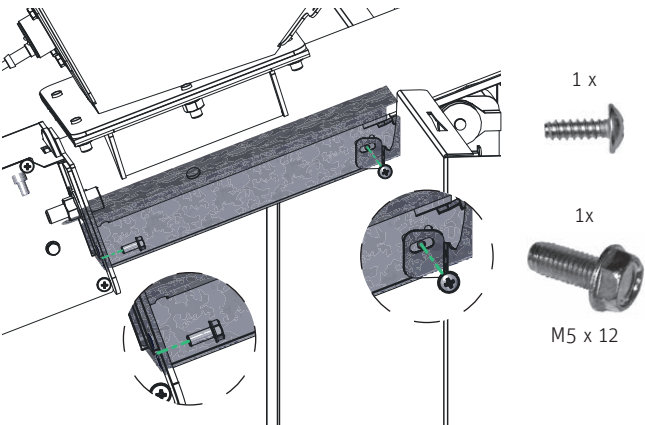

Fig. 102 Per prima cosa inserire il cavo, agganciare la condotta cavi e serrare 2 x
- Inserire prima il cavo (motore coclea di alimentazione e interruttore di prossimità) nella condotta cavi, poi agganciarlo e fissarlo a sinistra con 1 vite TT M5 x 12 e a destra con 1 vite autofilettante – Fig. 102.